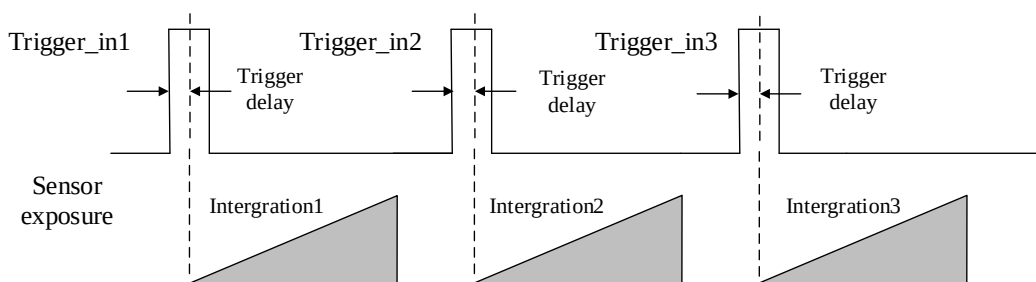

图4-20 信号延迟原理
3. 为了保证包裹的头部和尾部的条码可以正常识别，需要设置触发延迟时间。关于触发延迟的原理，如图 4-20 所示。